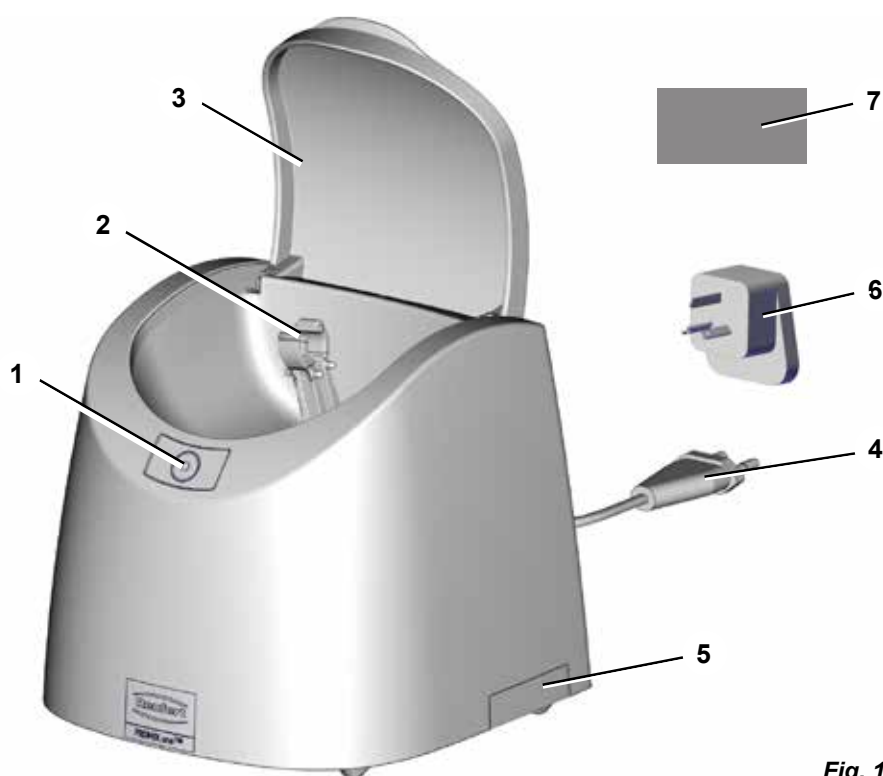

Fig. 1
- ⇒ Dérouler le câble secteur (4, Fig. 1) et brancher la fiche secteur dans la prise de courant du bâtiment. L'appareil est maintenant opérationnel.
Le code QR situé sur le centre droit de l'appareil permet d'obtenir de plus amples informations (étiquette de service) (5, Fig. 1).